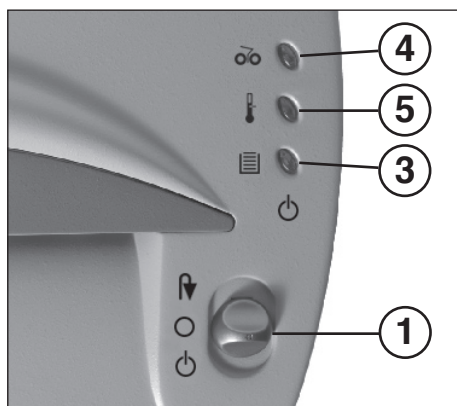

fig. 1
- 1 = Sélecteur de fonction (fig. 1)**
- 3 = Voyant de contrôle (fig. 1)**
„bourrage matériel“ (fig. 1)
- 5 = Voyant de contrôle (fig. 1)**
- Mettre le sélecteur de fonction (1) (fig. 1) en position „“. Le voyant de contrôle (3) (figure 1) s'allume (vert).
Faites bien attention de mettre l'appareil hors circuit pendant la nuit en actionnant le sélecteur de fonction (1) (fig. 1) en position „O“.
- Le voyant de contrôle (4) (fig. 1) s'allume.
- Amener **brèvement** le sélecteur de fonction (1) (fig. 1) en position „F“ (le matériel est délogé) et le ensuite en position „O“.
- Le voyant de contrôle (4) (fig. 1) s'éteint.
- Déchirer le papier ramené en arrière juste au-dessus de la fente d'introduction puis remettre le sélecteur de fonction (1) (fig. 1) en position „O“.